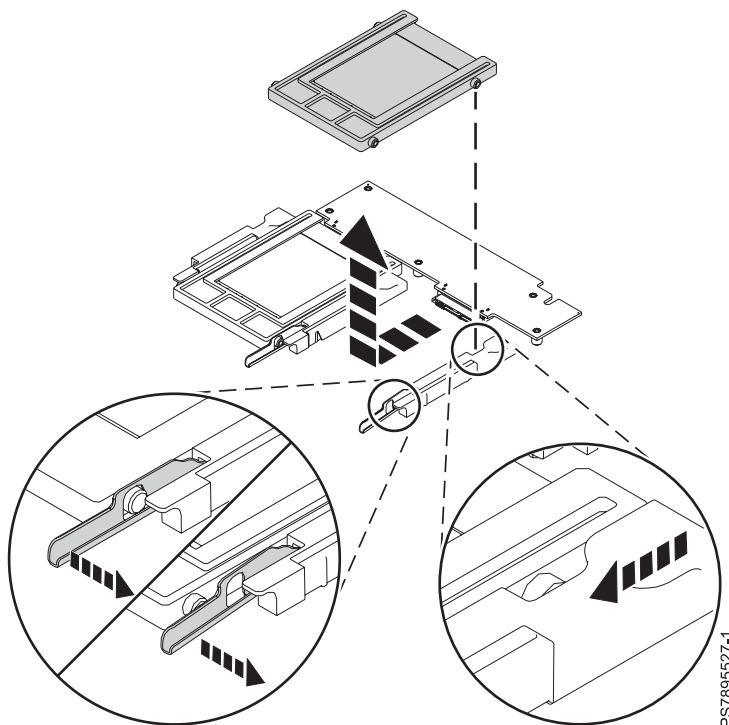

Figure 10. Retrait d'un support d'unité SSD
- a. Soulevez et maintenez le levier de dégagement bleu situé à l'avant du tiroir de l'unité (voir figure 10, à la page 40).